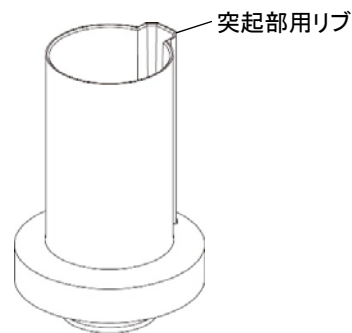

図4—形状の例
- ・接続部品の標準寸法以外の部品全体の長さや角度などの形状、たてどい固定用の突起部に合わせたリブを設ける等については問わない。形状の例として図4に示す。